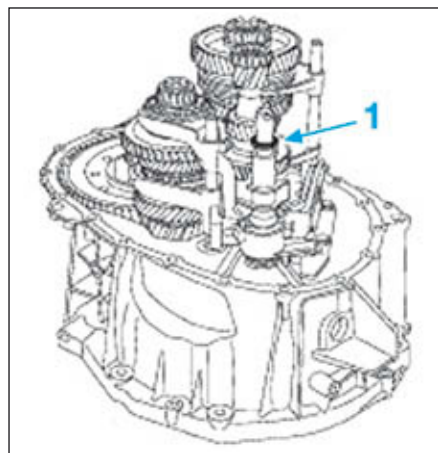

FIG.15
- Récupérer la rondelle de réglage (1) (Fig.15) du module de sélection.